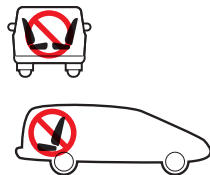

Figura 32
- Instale este asiento de seguridad únicamente en asientos de vehículo que miren hacia adelante. NUNCA instale este asiento de seguridad en asientos de vehículo que miren hacia los lados o hacia atrás, como se muestra en la **Figura 32**.